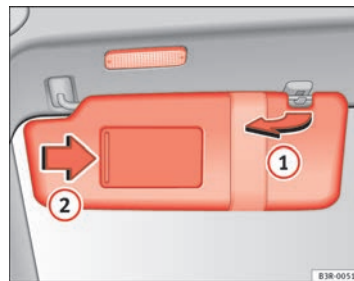

Fig. 99 Parasol
Los parasoles ① para el conductor y el acompañante pueden extraerse de sus fijaciones centrales y girarse hacia las puertas ⇒ fig. 99. ►